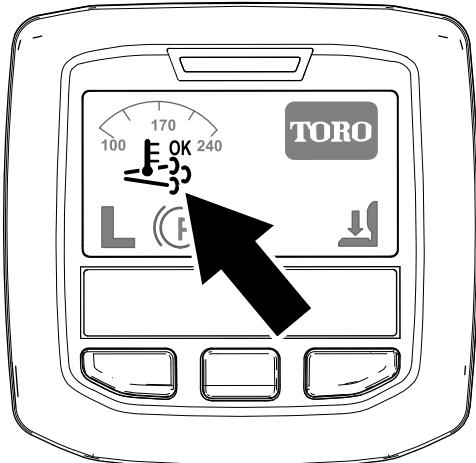

Bild 40
- Das Symbol für die unterstützte bzw. Rücksetzen-Regenerierung im InfoCenter angezeigt (Bild 40).